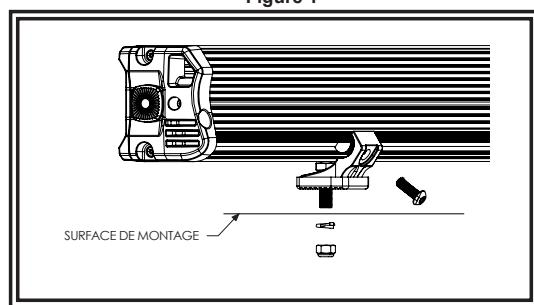

Figure 2
1. Insérer un boulon à tête hexagonale dans chaque support de montage arrière et fixer sans serrer les supports à l'arrière de la barre, à l'aide des boulons à tête bombée, comme indiqué en FIGURE 2.
- Setzen Sie eine Sechskantschraube in jede der hinteren Montagehalterungen ein und befestigen Sie die Halterungen mit den Halbrundschaften an der Rückseite der Leiste, wie in ABBILDUNG 2 dargestellt.